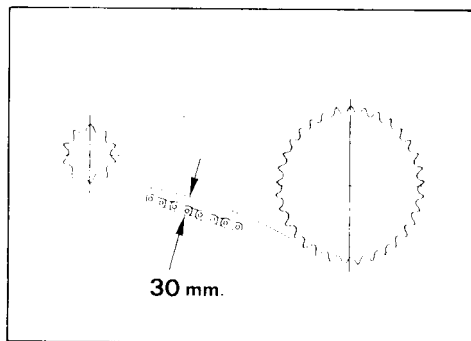

Fig. 22
- Controllare che nella parte inferiore della catena l'oscillazione verticale, nel punto intermedio tra pignone e corona, sia di circa 30 mm (fig. 22).